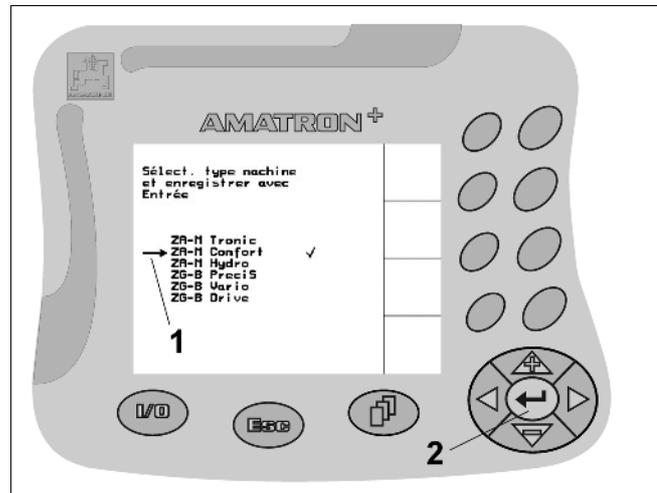

Fig. 14
- Positionner la flèche de sélection (Fig. 14/1) avec
-  Enregistrer la sélection (Fig. 14/2).